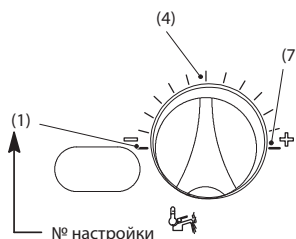

Рис. 15
- 9 Чтобы изменить настройку, поверните регулятор температуры горячего водоснабжения и установите его в **выбранное положение** (Рис. 15 - Рис. 16).